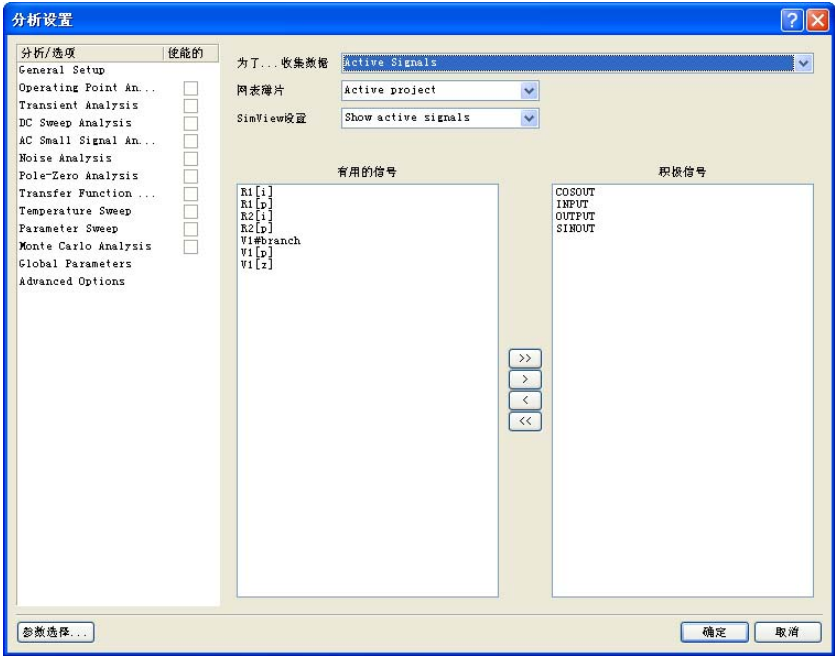

图 12-22 “分析设置”对话框
Step11 单击菜单栏中的“设计”→“仿真”→“Mixed Sim（混合仿真）”命令，在系统弹出的“分析设置”对话框中设置常规参数，详细设置如图 12-22 所示。